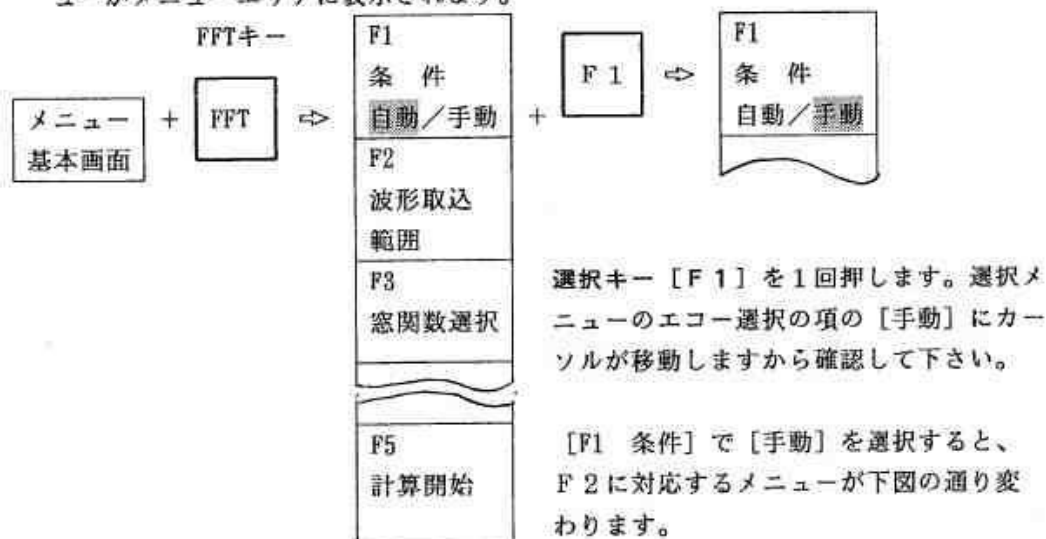

図 7.2.9 FFT条件手動設定モードの選択方法
- ① **【FFT条件の設定】** 機能キー【FFT】を1回押します。図7.2.9に示す選択メニューがメニューエリアに表示されます。